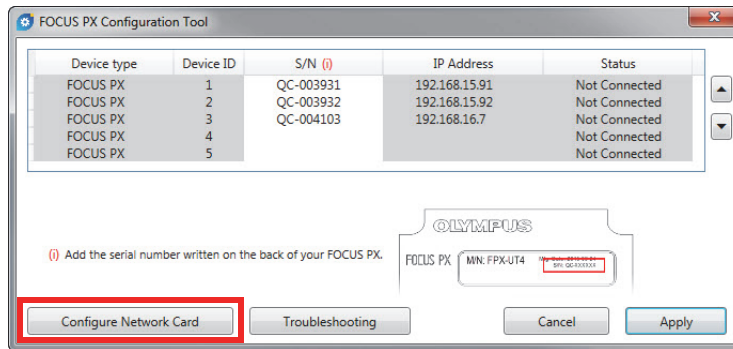

Figura 5-2 Iniciar configuração da placa de rede
3. Clique em **Configure Network Card** (configurar placa de rede) [veja Figura 5-2 na página 25].